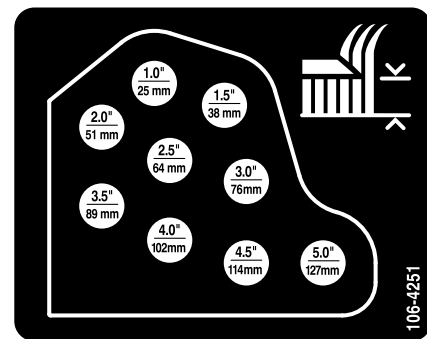

Bild 21
- Montieren Sie die Schnitthöhenketten im gewünschten Schnitthöhenloch und befestigen Sie sie mit dem Splint und dem Lastösenbolzen (Bild 21).